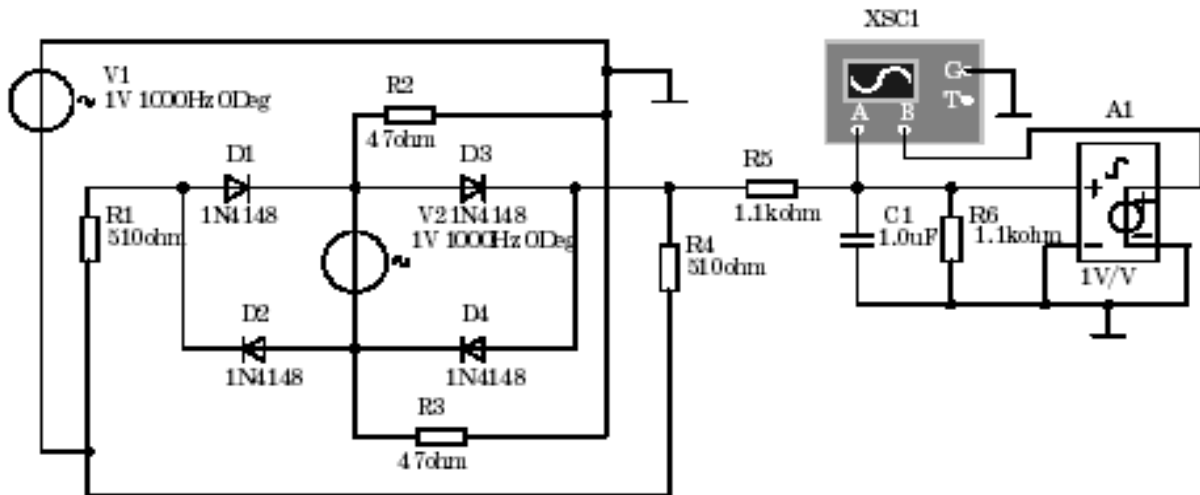

Рис. 18. Принципова електрична схема досліджувань фазового детектора
2. В програмі Multisim створити модель для дослідження частотного детектора згідно з принциповою електричною схемою, яка наведена на рис.18.